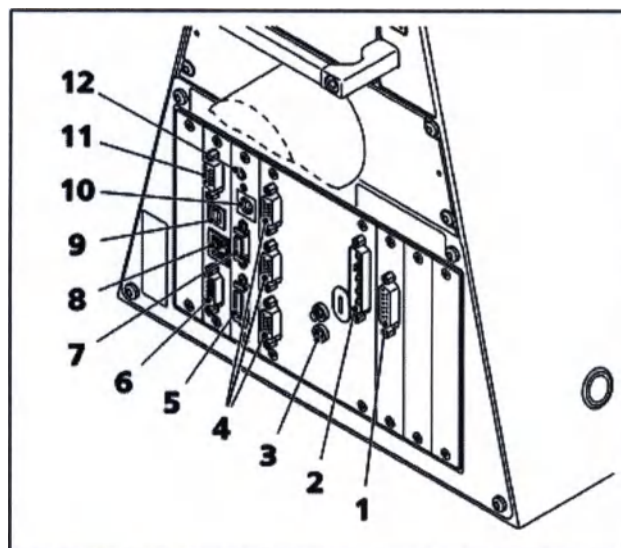

Рис. 45
4.16 Разъемы задней части Axio Observer 7, 7 materials**Обозначения на рис. 45:**
- Вставьте штекер блока питания VP232-2 в соответствующий разъем (рис. 45/2) на задней стороне штатива.